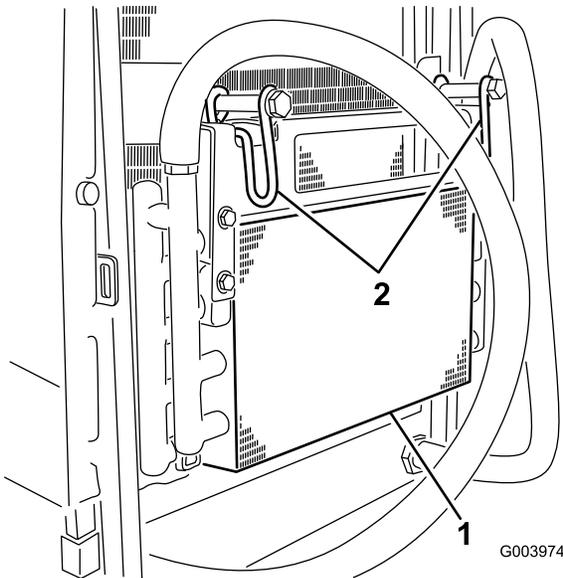

图 94
7. 向内旋转 2 个油冷却器搭扣然后倾斜油冷却器图 94。